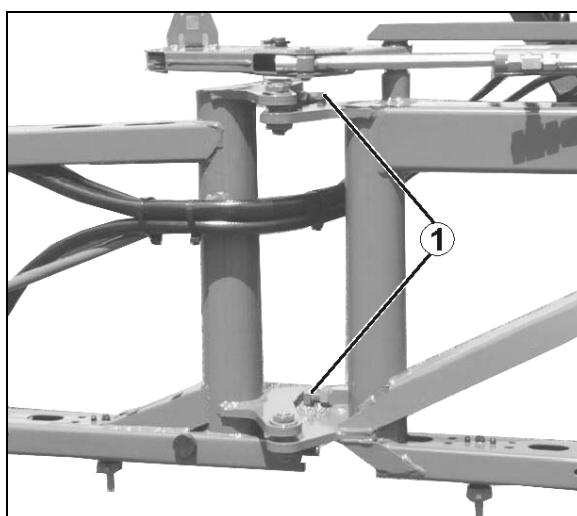

Fig. 172
- Læg mærke til, hvordan ventilerne på suge- og tryksiden er monteret, inden ventilgrupperne (Fig. 172/5) afmonteres.
- Når delene igen monteres, skal De være opmærksom på, at ventilstyret (Fig. 172/9) ikke bliver beskadiget. Hvis ventilstyret bliver beskadiget, kan ventilerne blokere.
- Møtrikkerne (Fig. 172/1, 2) skal strammes over kors med den anførte tilspændingsværdi. Hvis boltene ikke er spændt korrekt, bevirker det, at pumpen bliver utæt
2. Boltene (Fig. 172/1) løsnes, og spændebøjlen (Fig. 172/2) fjernes.
3. Suge- og trykrør (Fig. 172/3 og Fig. 172/4) afmonteres.
4. Ventilgruppen (Fig. 172/5) afmonteres.
5. Det kontrolleres om ventil sæde (Fig. 172/6), Ventil (Fig. 172/7), ventilmfjeder (Fig. 172/8) og ventilstyr (Fig. 172/9) er beskadiget eller slidt.
6. O-Ringen (Fig. 172/10) fjernes.
8. Efter kontrol og rengøring monteres ventilgrupperne (Fig. 172/5).
9. Nye O-ringe (Fig. 172/10) monteres.
10. Suge - (Fig. 172/3) og trykrør (Fig. 172/4) flanges på pumpehuset og spændebøjlen (Fig. 172/2) monteres.
11. Skruerne (Fig. 172/1) strammes over kors med et drejningsmoment på **11 Nm**.